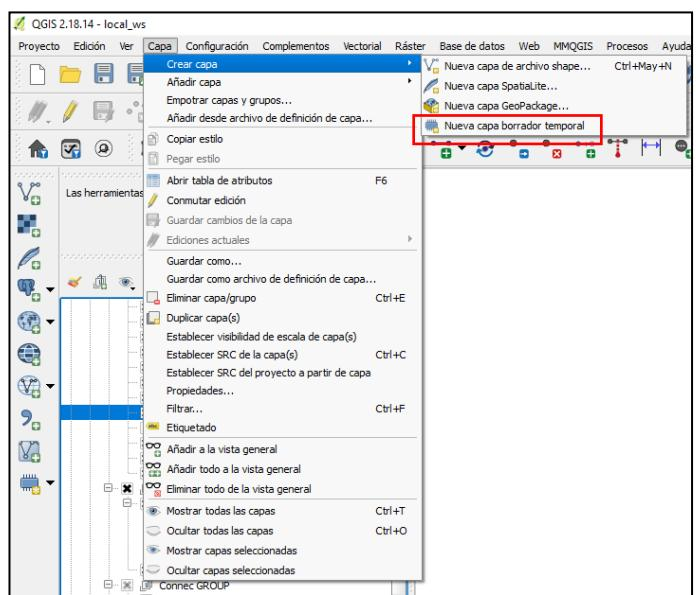

Imagen 94: Desde Capa se puede añadir una nueva capa temporal.
11. Con el panel de digitalización avanzada activo, primero debemos seleccionar el nodo desde el cual queremos empezar la nueva línea. Luego, debemos clicar el botón ‘Perpendicular’ y seleccionar el arco que servirá de referencia para trazar la línea perpendicular, en este caso el *Pipe* que vemos en la imagen 94. Debemos notar que una fina línea auxiliar se traza perpendicular al nodo deseado. Ahora, podremos clicar encima del eje de calle, estableciendo así la primera parte de la línea. Sin detener la edición, establecemos un radio de 2 metros en el campo donde pone ‘d’, teniendo en cuenta que debemos estar situados encima del eje de la calle. Clicamos otra vez en la línea auxiliar, ahora justo encima de la intersección con el círculo de 2 metros generado. Una vez vemos que la línea roja llega hasta donde queremos, clicamos el botón de la derecha del ratón para finalizar la línea de soporte.